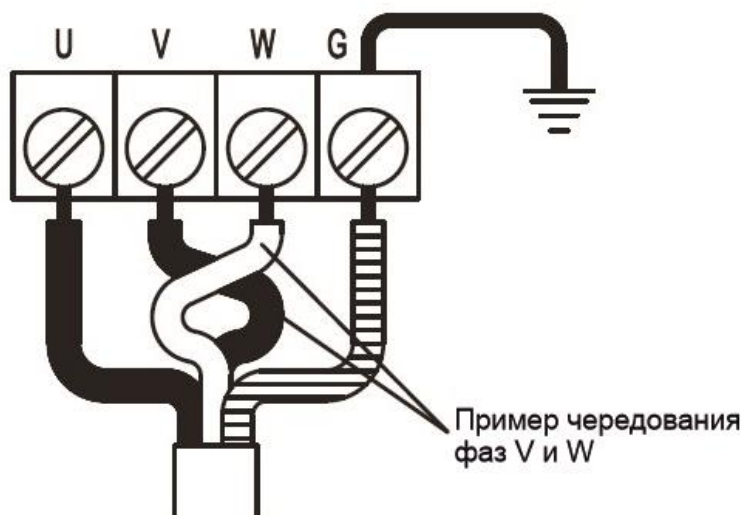

Рис.19 Смена вращения рабочего колеса.
3.5.1.3. Чтобы изменить направление вращения, нужно поменять местами два из трех проводов, обозначенных U, V и W соответственно, рис. 19.